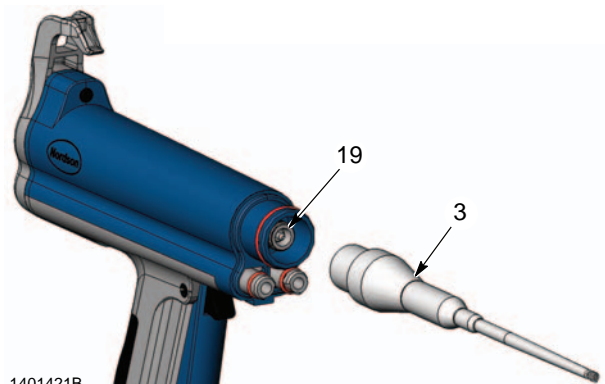

Bild 4 Demontering av motståndshållare
4. Se bild 4. Skruva av motståndshållaren (3) från spänningsmultiplikatorn (19).
4. Se bild 4. Skruva fast motståndshållaren på multiplikatorn.